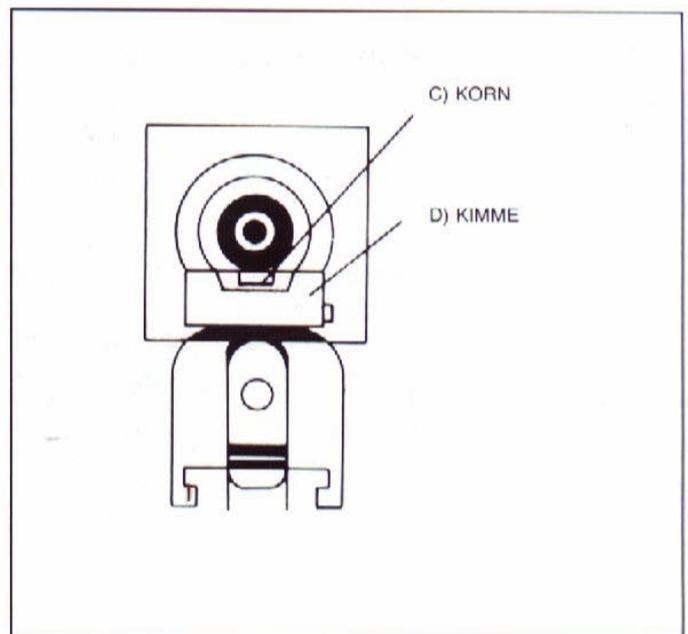

Abbildung n. 2
4. Nehmen Sie die Waffe in Ihre Schießhand und führen Sie sie ins Ziel. Zielen Sie sorgfältig über Kimme und Korn und lassen sie den schwarzen Spiegel der Zielscheibe (Position 6 Uhr) auf das Korn aufsitzen. Langsames und gleichmäßiges Ziehen des Abzuges bringt die besten Schießergebnisse (siehe Abbildung n. 2).